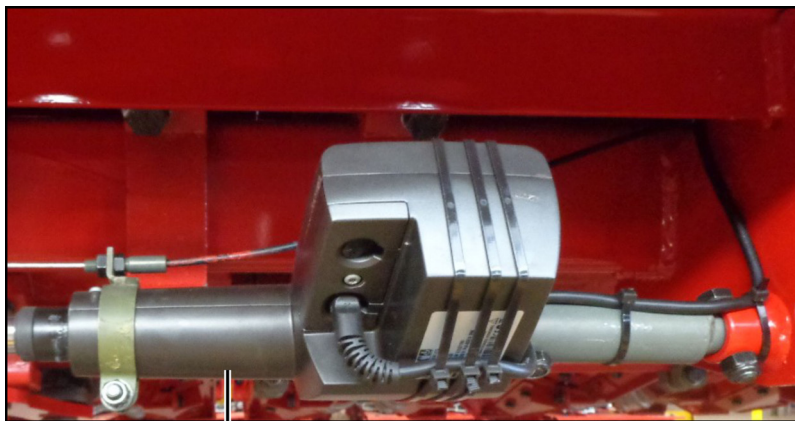

fig. 30
- **ATUADOR ELÉTRICO:** Este realiza o movimento de abertura e fechamento das chapas despiadoras. O atuador elétrico (A) (*fig. 30*) trabalha a 12V, devendo ser ligado ao circuito elétrico da colheitadeira ou em alguns casos, podendo ser ligado no plug tipo “acendedor de cigarro” dentro da cabine.